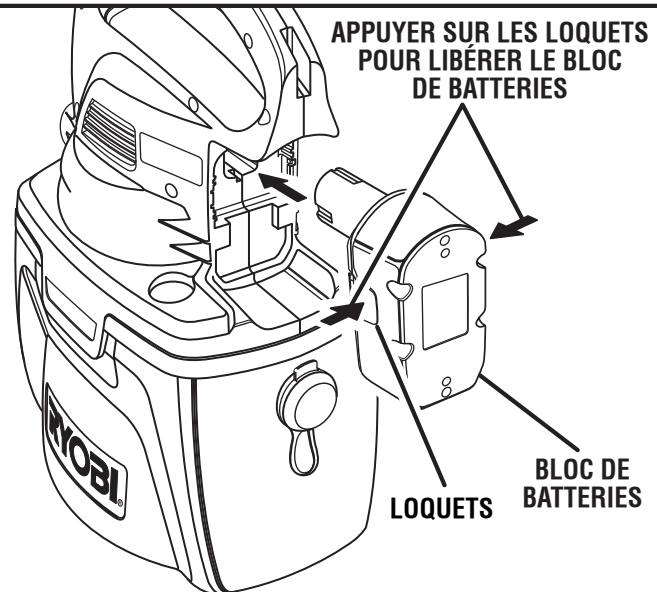

Fig. 3
- Aligner la nervure du bloc de batteries sur la rainure du chargeur et insérer le bloc dans le chargeur. *Voir la figure 3.*
Voir les figures 3 - 4.
Voir les figure 3 - 4.